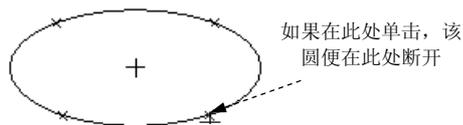

图 2.6.14 图元分割
Step 2 单击一个要分割的图元，如图 2.6.14 所示。系统在单击处断开了图元。